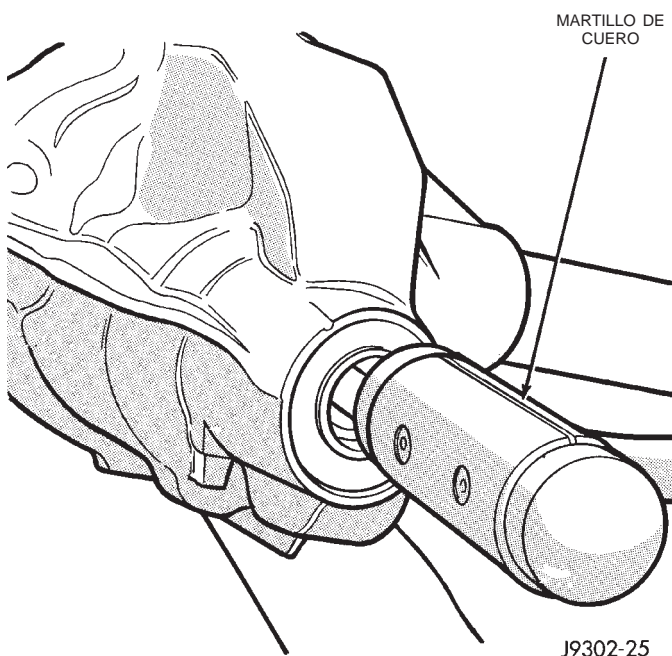

Fig. 15 Desmontaje del piñón satélite
(6) Haga girar el piñón satélite un mínimo de diez veces. Verifique que el piñón gire suavemente.
(7) Mida la torsión (lbs. pulg.) necesaria para girar el piñón satélite con una llave de tensión tipo cuadrante. Tome esa torsión como referencia para la instalación.
(8) Retire el conjunto del diferencial de la caja del eje.
(9) Con la herramienta de sujeción 6958 para sujetar la pestaña gemela del piñón y un trozo pequeño de tubo de 25 mm (1 pulg.), retire la tuerca y la arandela del piñón.
(10) Para extraer del eje del piñón la pestaña gemela, utilice el extractor C-452 y la llave C-3281.
(11) Retire el piñón satélite de la caja (Fig. 15). Tome el piñón con la mano para evitar que caiga y se dañe.
(12) Retire el separador plegable del eje del piñón.